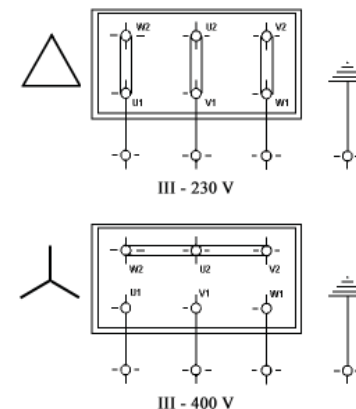

Figura 3: Conexión eléctrica trifásica
- Conecte la bomba a la red eléctrica teniendo en cuenta las especificaciones anteriores y el esquema eléctrico de conexión que se facilita a continuación (figura 3).